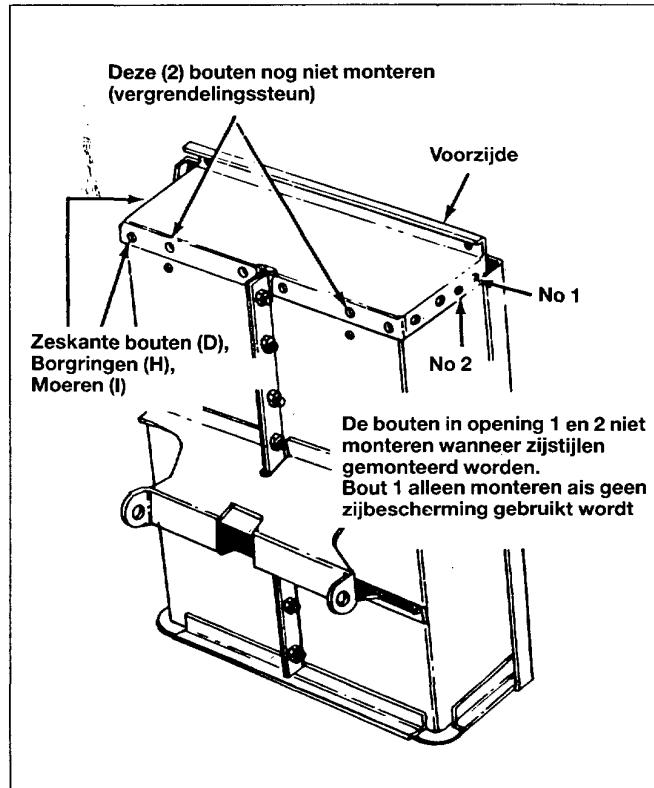

Fig. 8
13. Montere de voorzijde op de wagen met 6 mm×12 mm zeskante bouten (D), borgringen (H) en moeren (I). Vanaf de binnenkant van de wagen montere. Zie fig. 8.
N.B.: Wanneer zijstijlen (toebehoren) gebruikt worden, de bouten in opening 1 en 2 achterwege laten. Zie fig. 8.